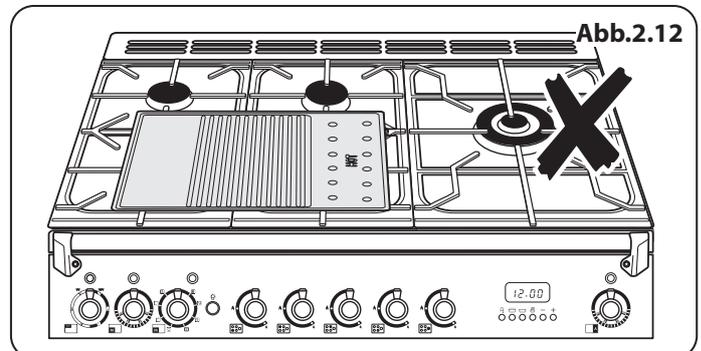

Abb.2.12
- ⚠ **Die Platte nicht quer aufsetzen – sie passt nicht richtig und wird dadurch instabil (Abb.2.12).**